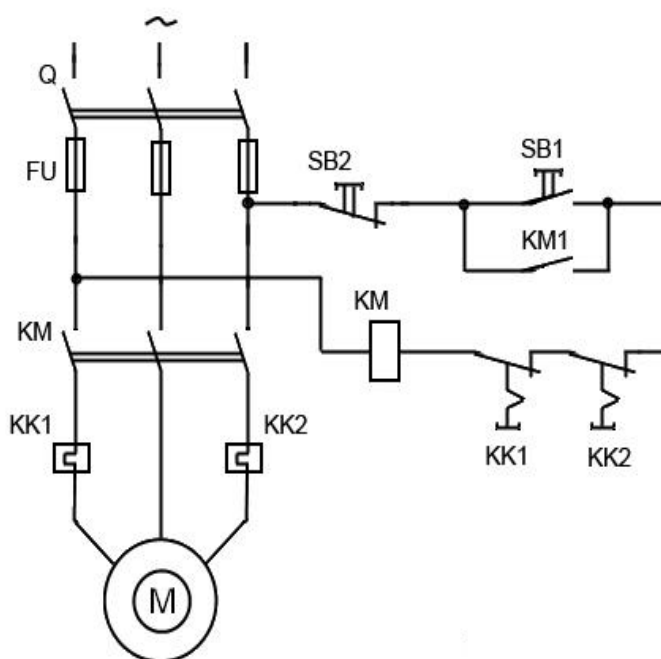

Рисунок 6.1 – Схема управления нереверсивного асинхронного электродвигателя
4. Собрать и проверить в работе схему управления АД без реверсирования – рисунок 6.1.